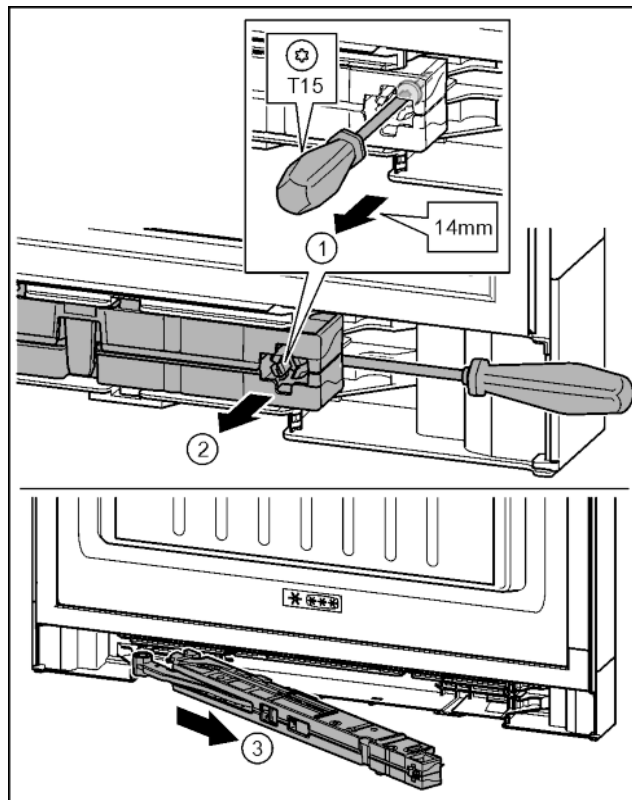

Fig. 17
- Desserer la vis sur l'amortisseur de fermeture de 14 mm environ avec un tournevis T15. Fig. 17 (1)
- Accéder à la partie postérieure de l'amortisseur de fermeture du côté de la poignée avec un tournevis. Tourner l'unité vers l'avant. Fig. 17 (2)
- Extraire l'unité. Fig. 17 (3)